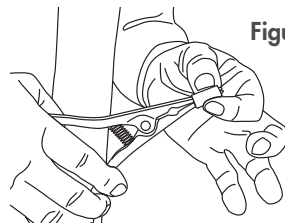

Figure 4
- 1) Insérer l'adaptateur en élastomère dans les becs de la pince écarteuse en suivant sa conicité jusqu'à ce qu'il soit complètement inséré. (Figure 4).